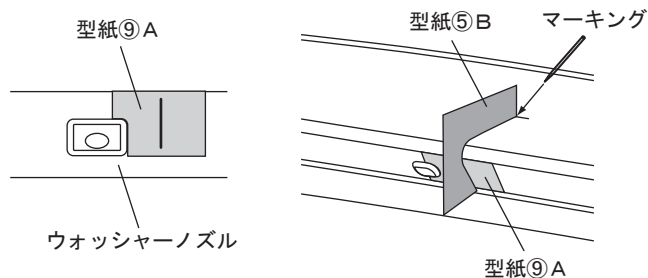

図5
- 型紙⑨のAをはがします。
- 図5のようにドリルの先端にストッパーになるようガムテープを巻きつけ、バックドア上面に下穴をあけ、φ10のドリルで本穴をあけ、穴のバリを取り除く。